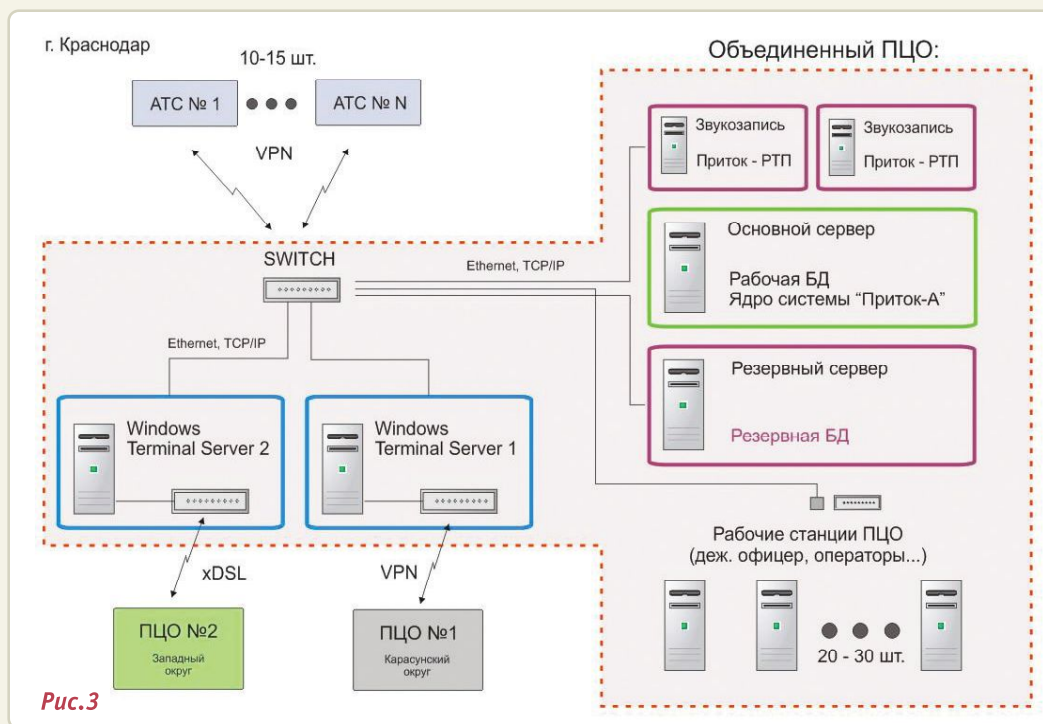

Рис. 3
3. Физическое создание головного ПЦН и объединение сетей Центрального, Прикубанского и Карасунского ПЦН проводилось примерно так (см рис. 3). В этом случае надо обязательно добиться, чтобы IP-адреса всех элементов не пересекались. Был применен так называемый метод организации Windows Terminal Server для каждого ранее работающего ПЦН.